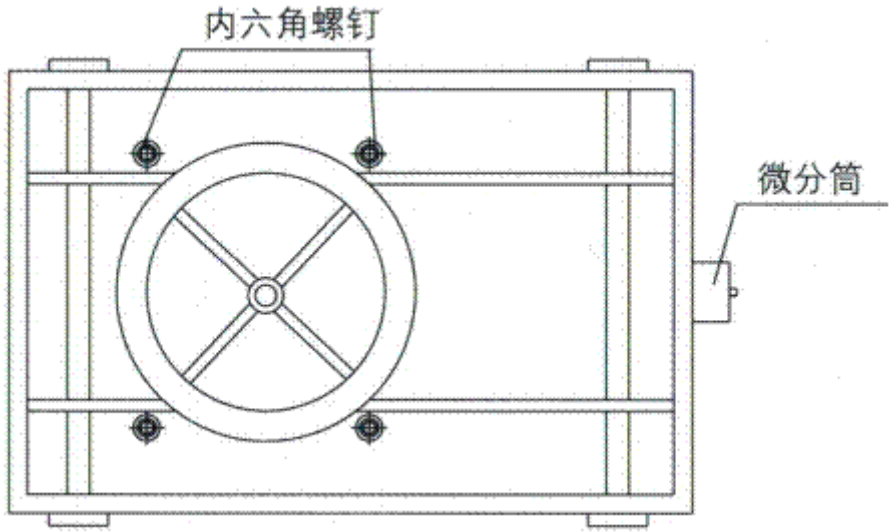
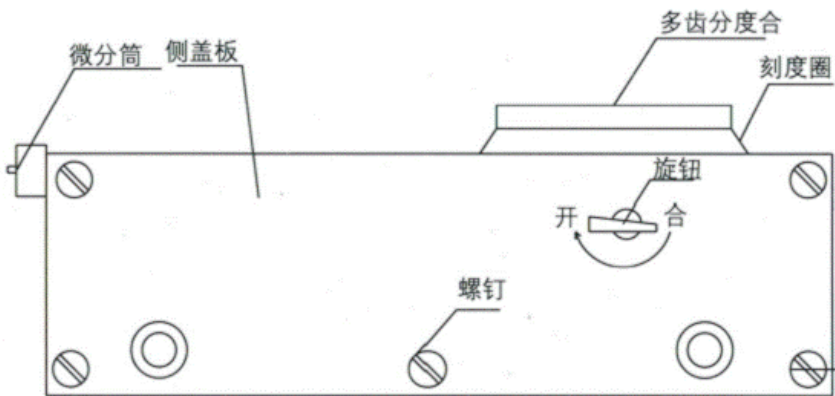

图 7 细分多齿分度台底面图
图 8 细分多齿分度台侧面图
3、新购细分多齿分度台先拆去外箱，将细分多齿分度台从底板上取下，将细分多齿分度台翻过来，将图 7 所示的四个内六角螺钉旋退 6 圈，再将细分多齿分度台翻回来，然后将图 8 所示的旋扭取下，松掉五个沉头螺钉，拆